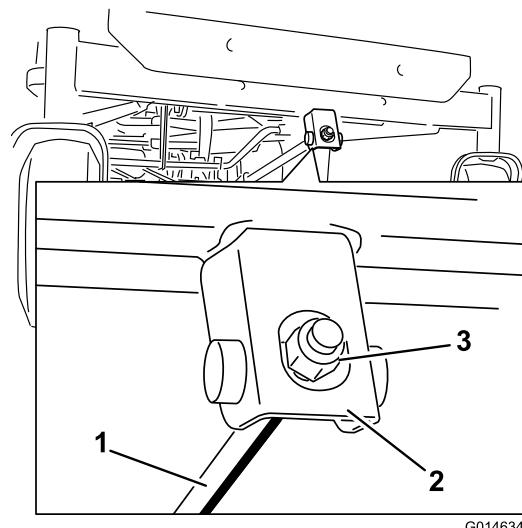

Figura 62
6. Para ajustar la inclinación longitudinal, gire la tuerca de ajuste de la parte delantera del cortacésped (Figura 62).